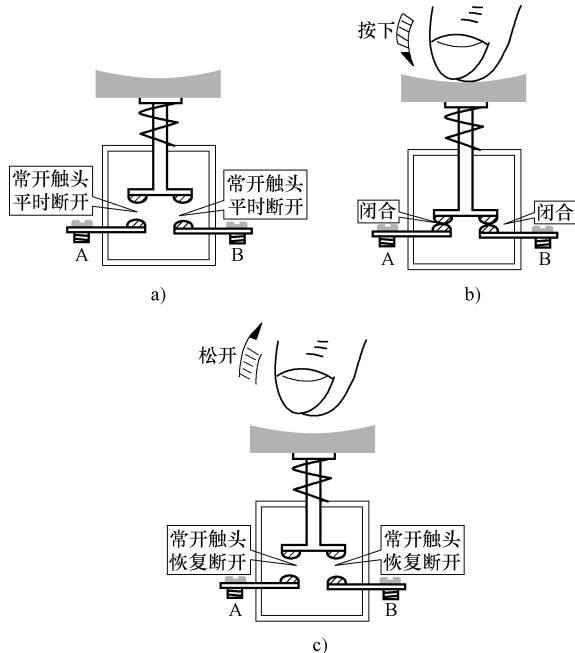

图 1-41 按钮常开触头的动作过程
1) 常开按钮：如图 1-41 所示，常开按钮只有一对常开触头 A、B。常开触头是指不按按钮时，A、B 触头处于断开状态；按下按钮，A、B 触头闭合，即动（按动）则合，所以常开触头又称为动合触头。